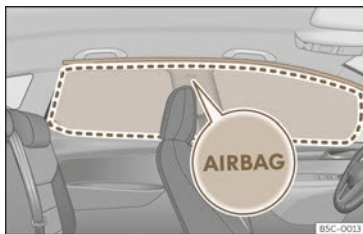

Abb. 36 Einbauort der Kopfairbags
Die Kopfairbags befinden sich zu beiden Seiten im Innenraum oberhalb der Türen >>> (Abb. 36) und ihre Einbauorte sind mit dem Schriftzug „AIRBAG“ gekennzeichnet.
Der eingerahmte Bereich wird vom auslösenden Kopfairbag erfasst (Entfaltungsbereich) >>> (Abb. 36). Deshalb dürfen in diesen Bereich niemals Gegenstände abgelegt oder befestigt werden >>> ⚠.
- Stellen Sie sicher, dass Kinder richtig in ihren Sitzen sitzen und ihren Kopf nicht in den Entfaltungsbereich der Kopfairbags halten >>> (Abb. 36), da sie beim Auslösen